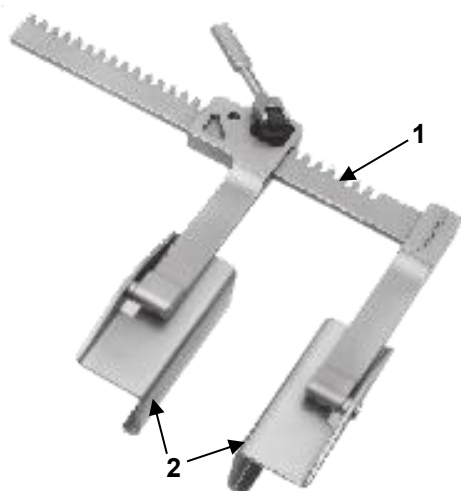

Fig. 2 : Exemple de sternotomie totale
Les Figures 2 – 4 présentent différents exemples de configuration d'un système d'écarteur du cadre d'écarteur MARJAN MGH (1) et le Tableau 1 reprend les valves utilisées correspondantes (2-5).